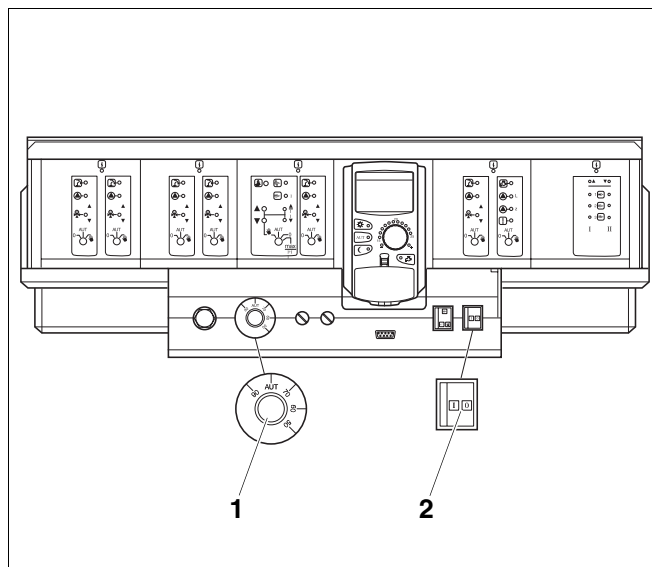

Рис. 7 Система управления Logamatic 4000
- Перевести пусковой выключатель (рис. 7, **поз. 2**) в положение "I" (Вкл).
- Установить регулятор температуры котловой воды (рис. 7, **поз. 1**) на "AUT". При поддержании постоянной температуры установить нужное значение (минимум 65 °С).
- Для подавления помех нужно перевести пусковой выключатель (рис. 7, **поз. 2**) в положение "0" (Выкл).
- Примерно через 3 секунды установить пусковой выключатель (рис. 7, **поз. 2**) в положение "I" (Вкл). Если после многократного переключения пускового выключателя газовая горелка не включается, то (см. главу 11 "Устранение неисправностей", стр. 58).